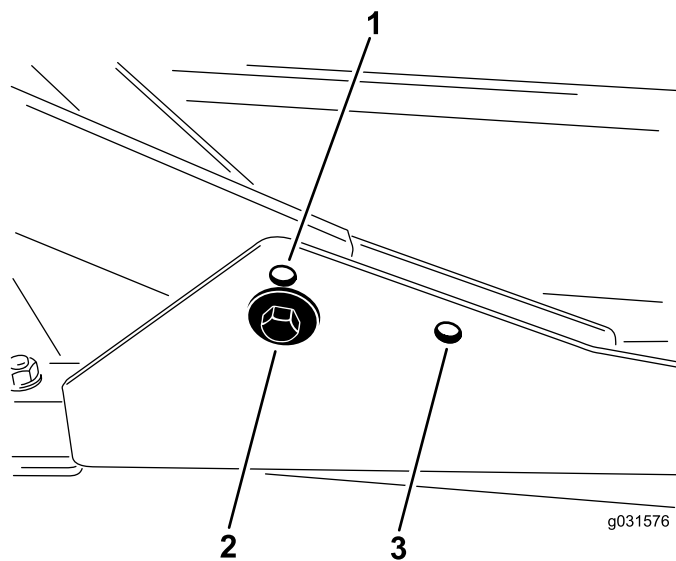

Figura 17
1. Para alturas de corte de entre 2 cm y 7.6 cm ($\frac{3}{4}$ " y 3"), monte los bastidores de tiro delanteros en los taladros de montaje delanteros inferiores (Figura 17).
delanteros en los taladros de montaje delanteros superiores (Figura 17).
Para todas las alturas de corte, monte la unidad de corte trasera en los taladros de montaje traseros (Figura 17).